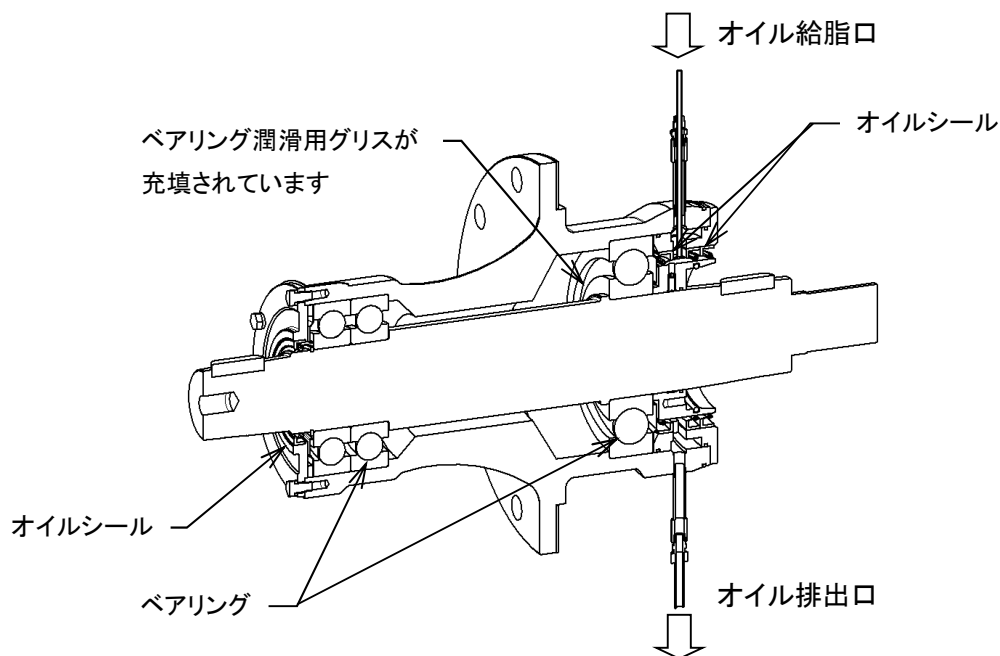

図 8-1
8.3.1 自動給油器(オートグリス)(図 8-1)
・ オイルはベアリングの為ではなく、オイルシールの保護の為に給脂されています。(図 8-1)